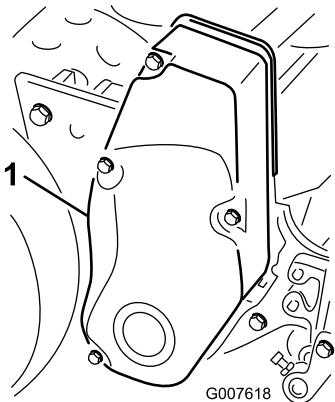

Рисунок 38
- Снимите детали крепления крышки ремня и крышки ремня, чтобы открыть ремень (Рисунок 38).